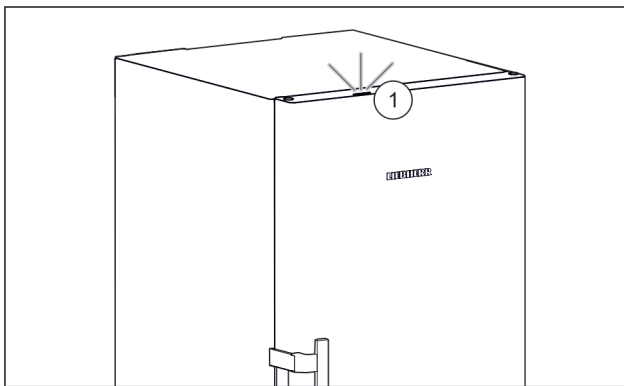

Fig. 36 Lumină de stare activă cu ușa închisă
- ▷ Lumina de stare Fig. 36 (1) este activată.